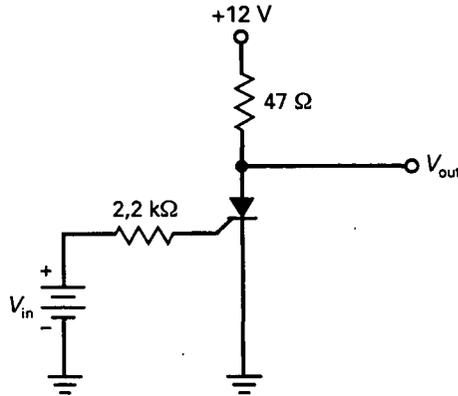

Figura 15-30
- 15-6. El SCR de la Figura 15-30 tiene $V_{GT} = 0,7$ V, $I_{GT} = 2$ mA e $I_H = 2$ mA. ¿Cuál es la tensión de salida cuando el SCR está abierto? ¿Cuál es la tensión de entrada que dispara el SCR? Si V_{CC} decrece hasta que el SCR se abre, ¿cuál es el valor de V_{CC} ?
- 15-7. Todas las resistencias se duplican en la Figura 15-30. Si la corriente de disparo del SCR es 1,5 mA, ¿cuál es la tensión de entrada que dispara el SCR?
- 15-9. Si el SCR de la Figura 15-30 tiene una tensión de disparo de 1,5 V, una corriente de disparo de 15 mA y una corriente de mantenimiento de 10 mA, ¿cuál es la tensión de entrada que dispara el SCR? ¿Cuál es la tensión de alimentación que restablece el SCR?
- 15-10. Si la resistencia se triplica en la Figura 15-30, ¿cuál es la tensión de entrada que dispara el SCR si $V_{GT} = 2\text{ V}$ e $I_{GT} = 8\text{ mA}$?